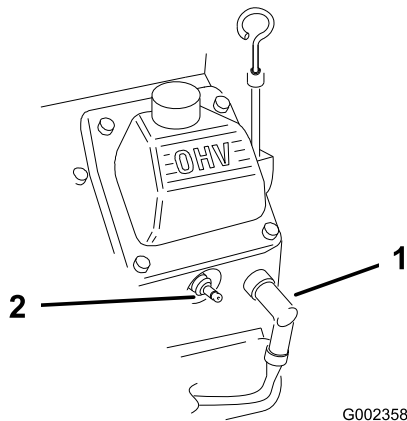

Figure 28
2. Débranchez les fils des bougies (Figure 28).